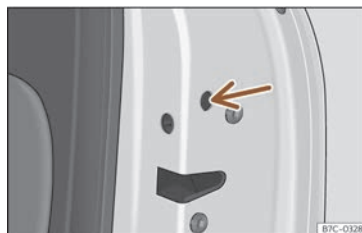

Fig. 52 Bloqueo de emerxencia da porta.
- Insira a chave na rañura >>> **fig. 52** (frecha) e xírea cara á dereita (porta da dereita) ou ben cara á esquerda (porta da esquerda) ata o tope.